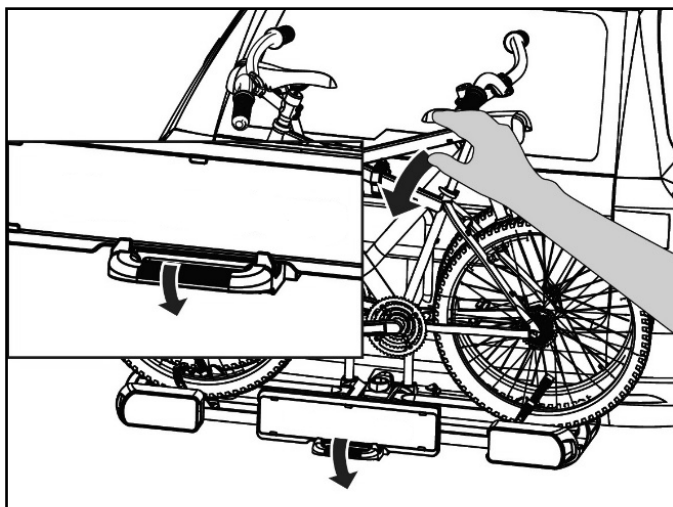

Figura 30: Ripiegamento del portabiciclette
- Durante l'abbassamento, tenere saldamente il portabiciclette dalla bicicletta. Allentare il blocco con il piede e con la mano ribaltare il portabiciclette verso il basso (figura 30).